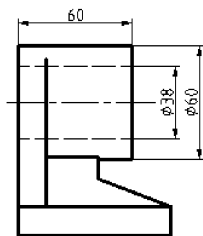

图 9-40 左视图中的线性尺寸
(2) 单击“注释”选项卡“标注”面板中的“线性”按钮，分别标注左视图中的水平及竖直线性尺寸，如图 9-40 所示。